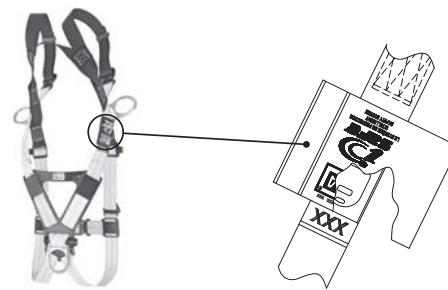

Figure 20 - Etiquette RF-i-SafeMC
5.1 ETIQUETTE IFE I-SAFE_{MC} : L'étiquette i-Safe_{MC} RFID de harnais peut être utilisée avec le dispositif de lecture portable i-Safe et le portail Internet, afin de simplifier l'inspektion et l'inventaire et de fournir les données concernant votre matériel antichute (voir Figure 20).